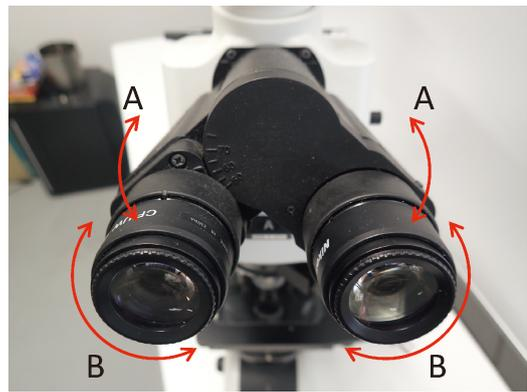

図9 接眼レンズ。
図9は接眼レンズを示しています。接眼レンズの倍率と用いている対物レンズの倍率の積が観察倍率となります。実視野の大きさに関わる視野数(接眼レンズで見ることができる範囲。この値が大きいほど見える範囲が広がります)や観察時の目の位置(接眼レンズから観察位置までの距離：アイポイント)など接眼レンズにも様々な種類が用意されています。接眼レンズの横に表記されているので興味があれば一度確認してみるといいでしょう。ところで、接眼レンズの調整は観察時の目の疲労に関わります。図に示すように二つの接眼レンズの間隔を両眼の幅に合うよう調整し、視度も適切に調整しましょう(1-1-10の操作方法(観察の流れ)の項を参照)。観察時にスケールや方眼などを視野中に表示できるレクチルを設置することもできます。
- 接眼レンズの調整**：接眼レンズの幅を両眼の幅に合わせます(図9の矢印Aの調整で両眼の幅に合わせます)。最初は戸惑いますが、両眼で見えるように慣れてください。調整できたと思ったら、片目ずつそれぞれ視野が見えているかを
確認してください。次に、それぞれのピントの位置を調整します(図9の矢印B)。矢印Bを回すと(接眼レンズを回すと)、その回転に合わせて接眼レンズが手前や奥に僅かに移動するのが分かるかと思います。まず、片方の目だけを使って、コインにピントが合うようステージの高さを調整します。その後、ステージの高さはそのままにして、もう片方の目だけを使って、接眼レンズを回転させて調整し、コインにピントが合うように確認してください。接眼レンズ内にスケールなどが設置されている場合には、少し方法が変わります。まず、そのスケールがどちらの接眼レンズ内に設置されているかを、それぞれの目で確認します。接眼レンズの位置が大きくずれているときには、見えないこともありますので、注意してください。スケールが設置されている方の接眼レンズを回転させて、そのスケールがはっきりと確認できるように調整します。その後、ステージを微調整してコインにピントを合わせます。この後は、上述した方法で、もう一方の接眼レンズの位置を調整します。